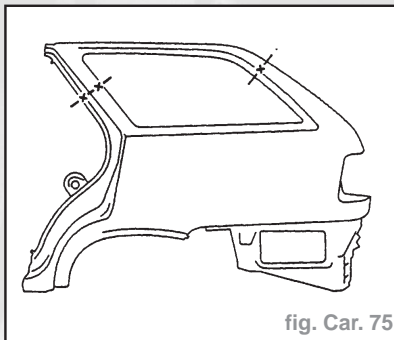

fig. Car. 75
- Tracer puis découper à l'aide d'une scie (fig. Car. 75).